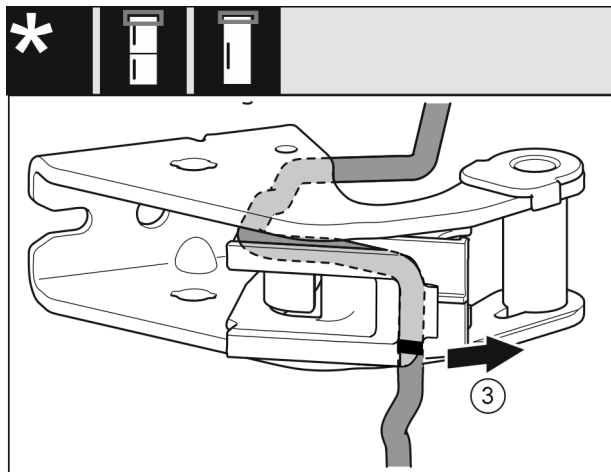

Fig. 27
- Demontirajte kabel s držačem kabela s ležajnog postolja. Fig. 27 (3)